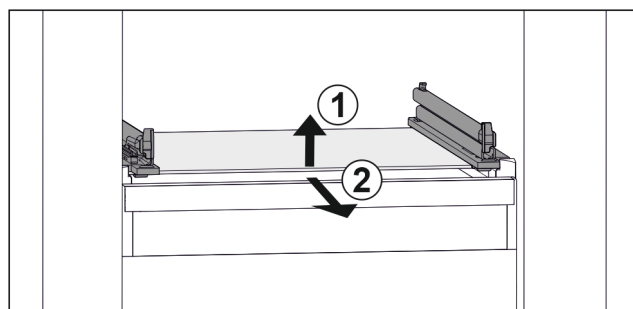

Fig. 45 Beispielhafte Darstellung der Glasplatte
- Glasplatte vorne anheben. Fig. 45 (1)
- Glasplatte nach vorne entnehmen. Fig. 45 (2)